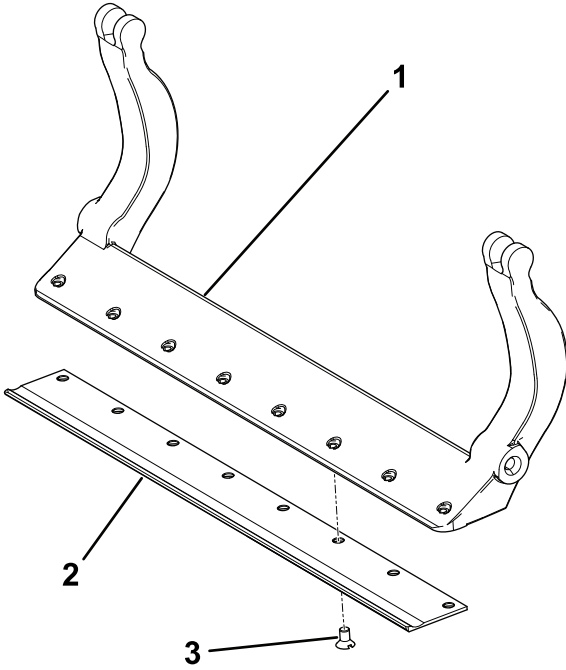

图 32
3. 如图 32 所示在螺丝上涂抹防粘剂将底刀安装到底刀架上